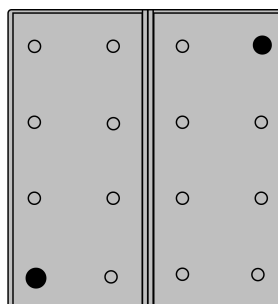

Imagen 5: Activar el modo de programación para teclas de escena
- Pulsar simultáneamente las teclas superior derecha e inferior izquierda durante más de 4 segundos (Imagen 5).
- Pulsar simultánea y brevemente las teclas superior derecha e inferior izquierda (Imagen 5).